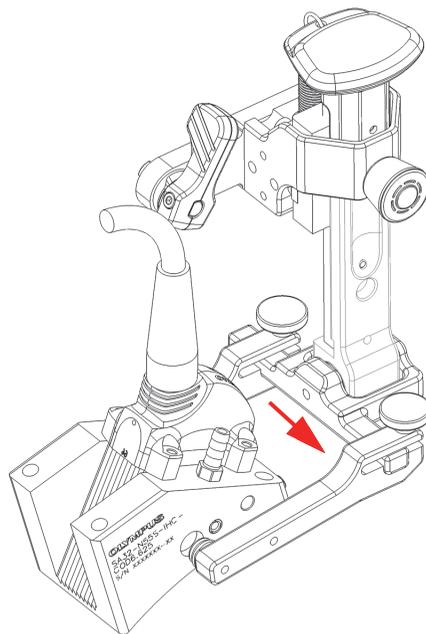

Figura 2-18 Scorrimento del braccio della forcella
1. Svitare la vite a testa zigrinata del braccio della forcella e in seguito fare scorrere uno dei bracci della forcella verso l'estremità della traversa rotante della forcella (Figura 2-18 a pagina 49).